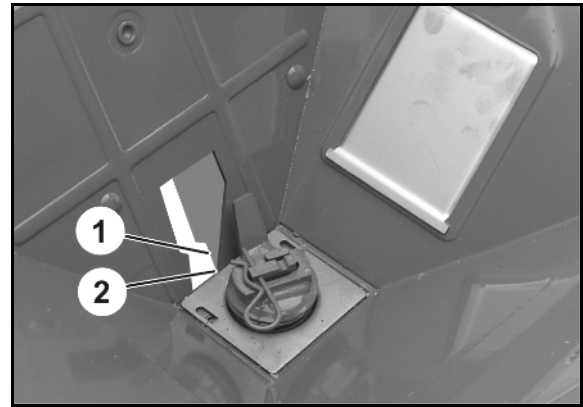

図 103
2. シャッター位置 11 を設定レバーで設定します (図 103/1)。